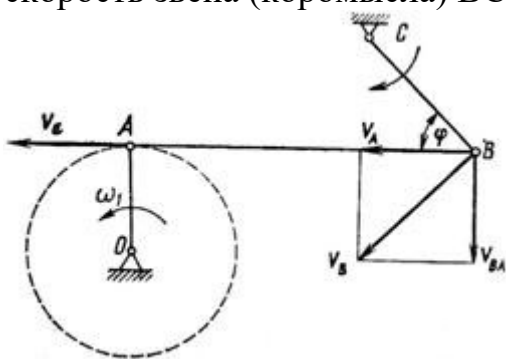

Рисунок 2
2. В четырехзвенном механизме (рис. 2) кривошип OA вращается равномерно с частотой $n = 300$ об/мин. Для заданного положения механизма, при котором кривошип OA перпендикулярен шатуну AB и $\angle ABC = 45^\circ$, определить угловую скорость звена (коромысла) BC , если $OA = 0,12$ м, $AB = 0,3$ м и $BC = 0,14$ м.